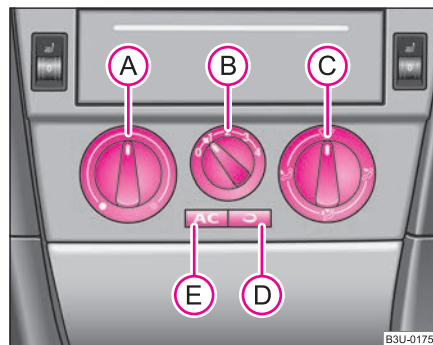
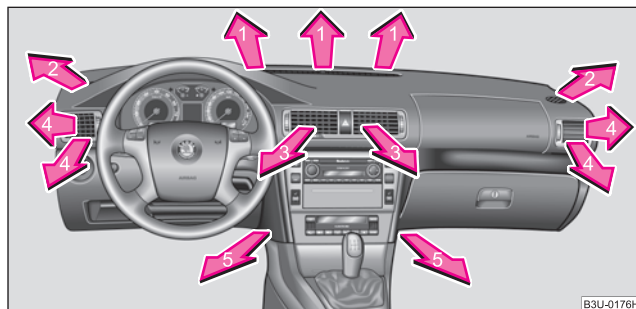
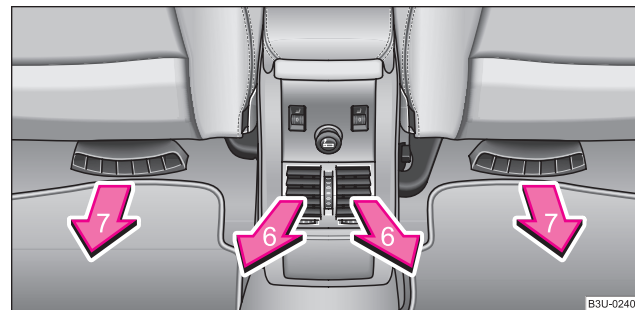

Fig. 107 Sistema de aire acondicionado: Elementos de mando
Fig. 108 Difusores de salida de aire delanteros
Fig. 109 Difusores de salida de aire traseros
El aire acondicionado funciona si se presiona el conmutador **(AC)** ⇒ página 114, fig. 107 \(E\) y se cumplen las siguientes condiciones:
- Gire el regulador giratorio **(A)** ⇒ fig. 107 hacia la derecha para aumentar la temperatura.
- Regulador giratorio **(A)** ⇒ página 114, fig. 107 hacia la derecha hasta el tope,
- Abrir los difusores **4** ⇒ página 117, fig. 108 y dirigirlos hacia el cristal lateral.
- Regulador giratorio (A) ⇒ página 114, fig. 107 hacia la izquierda hasta el tope,
- Conmutador del ventilador (B) en la posición deseada,
- Regulador de la distribución de aire (C) a la posición ,
- Abrir los difusores de salida de aire 3 y 4 ⇒ página 117, fig. 108,
- Desconectar la refrigeración pulsando la tecla (E),
- Desconectar el servicio de aire circulante pulsando la tecla (D).
- Presione el conmutador  ⇒ página 114, fig. 107, el símbolo del conmutador  se encenderá.
Si el regulador de la distribución de aire  ⇒ página 114, fig. 107 se encuentra en la posición , el servicio de aire circulante se desconectará automáticamente o no se podrá conectar.
La entrada de aire para cada eyector se ajusta con el regulador de la distribución de aire  ⇒ página 114, fig. 107. Los difusores 3 y 4 ⇒ fig. 108 y 6 ⇒ fig. 109 se pueden ajustar también por separado. ►
De los difusores abiertos fluye, según la posición del regulador **(A)** ⇒ **página 114, fig. 107** y según las condiciones climatológicas, aire sin calentar o enfriado.
Los difusores de espacio reposapiés trasero **7** se regulan conjuntamente con los difusores **5**. Poner el regulador de la distribución de aire **(C)** ⇒ **página 114, fig. 107** en la posición . ■